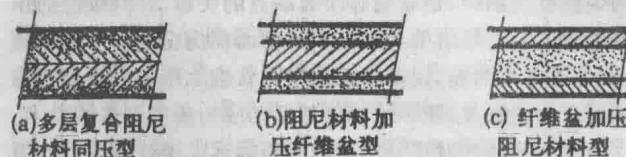

图 7
4. 一般纤维锥盆所加纤维多为自然纤维,由于它们的老化、耐温度特性都较好,但耐湿性较差,所以软盆以涂层和复合层压锥盆的趋势较大。涂层技术是对锥体的阻尼涂料可灵活选择,缺点是涂层均匀控制较难;层压技术是在现代高分子材料应用较为成熟的技术,同时它可以克服传统纤维盆单一取向而引起的非对称振动较大的弊病,层压形式见图7。目前技术较为稳定的为图7(a),它还应用与纺织盆的复合材料层压,如雷顿的软盆低音单元。